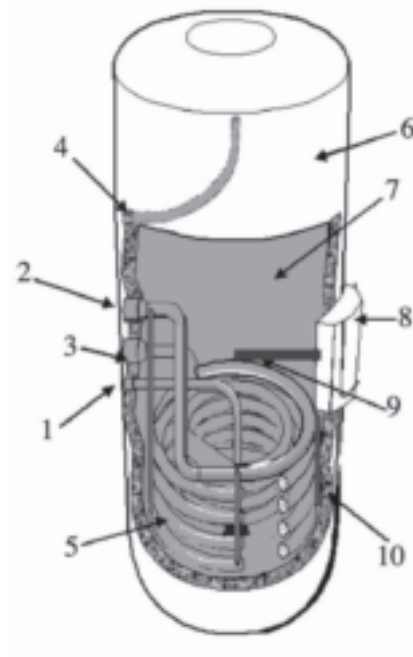

Fig. 6.3
**Collegamenti idraulici (Fig. 6.3)**